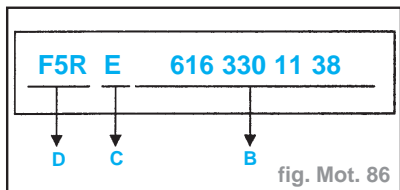

fig. Mot. 86
- Détail du marquage (A) : (fig. Mot. 86)